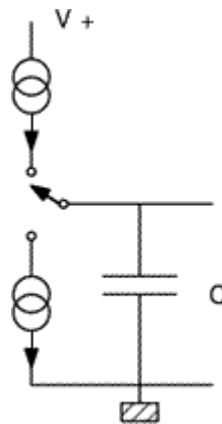

Figura 2.32.- Circuito eléctrico equivalente de un condensador
1) Que la vasija se llene con un caudal constante. Para ello deberá existir algún mecanismo que ayude a inyectar líquido del depósito dentro de la vasija. Una vez llena, podremos vaciarla, también a volumen constante, mediante el uso de otro mecanismo, esta vez de extracción. Eléctricamente, esto equivale al circuito de la figura 2.32, en el cual hemos introducido dos generadores de intensidad de corriente, que obligan a esta a permanecer constante, así como un interruptor que nos permite conectar una u otra.